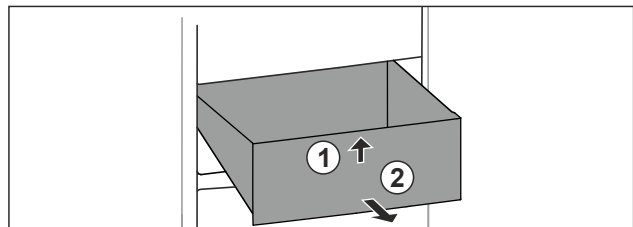

Fig. 77
- Predal spredaj dvignite. Fig. 77 (1)
- Predal vzemite ven v smeri naprej. Fig. 77 (2)